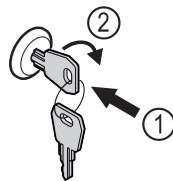

Fig. 171
- ▶ Sleutel erin duwen Fig. 171 (1).
- ▶ Sleutel 90° rechtsom draaien Fig. 171 (2).